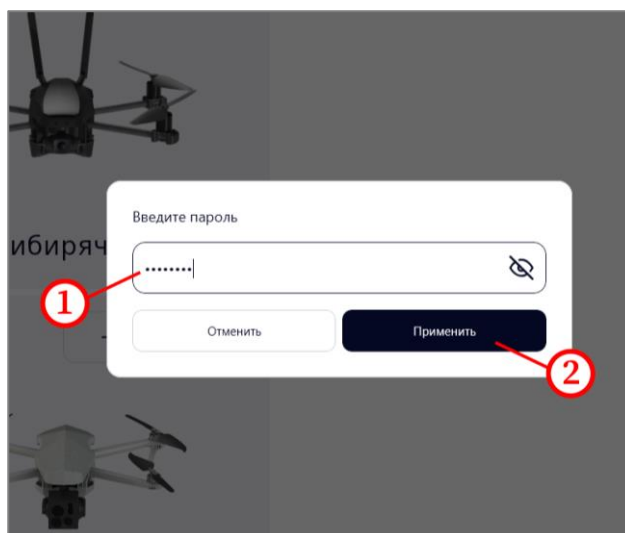

Рисунок 116 – Ввод пароля
- рисунок 116, шаг 1;
- нажать на кнопку «Применить» (рисунок 116, шаг 2).